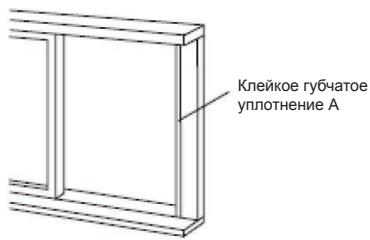

Рис. 14
1. Отрежьте губчатое уплотнение нужной длины и приклейте его к оконной раме (см .рис.14).